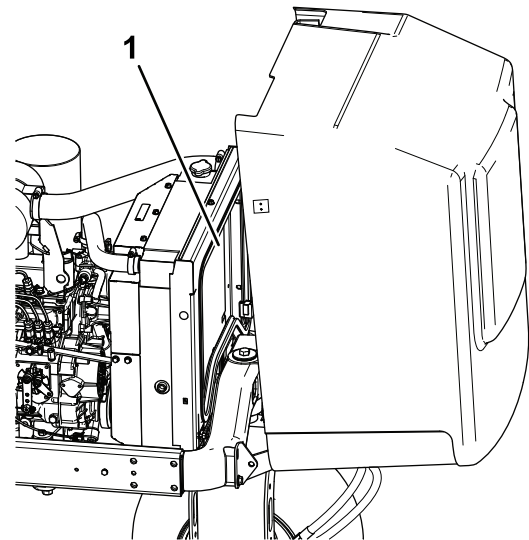

Bild 69
5. Reinigen Sie beide Seiten des Kühlers gründlich mit Wasser oder Druckluft (Bild 69).